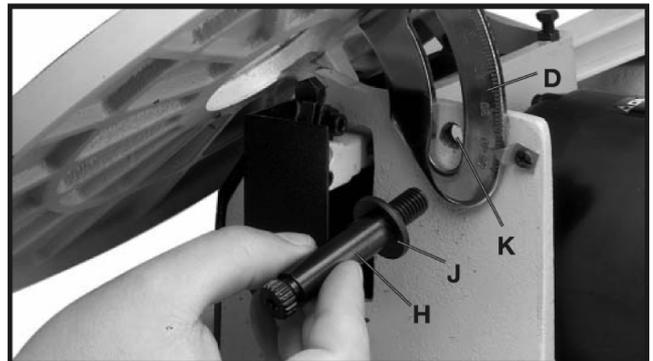

Fig. 9
7. Parafuse a extremidade rosqueada do pino (H). Fig. 9 com a arruela lisa M10 (J) através da fenda de ângulo do medidor de inclinação (D) e no furo rosqueado (K).